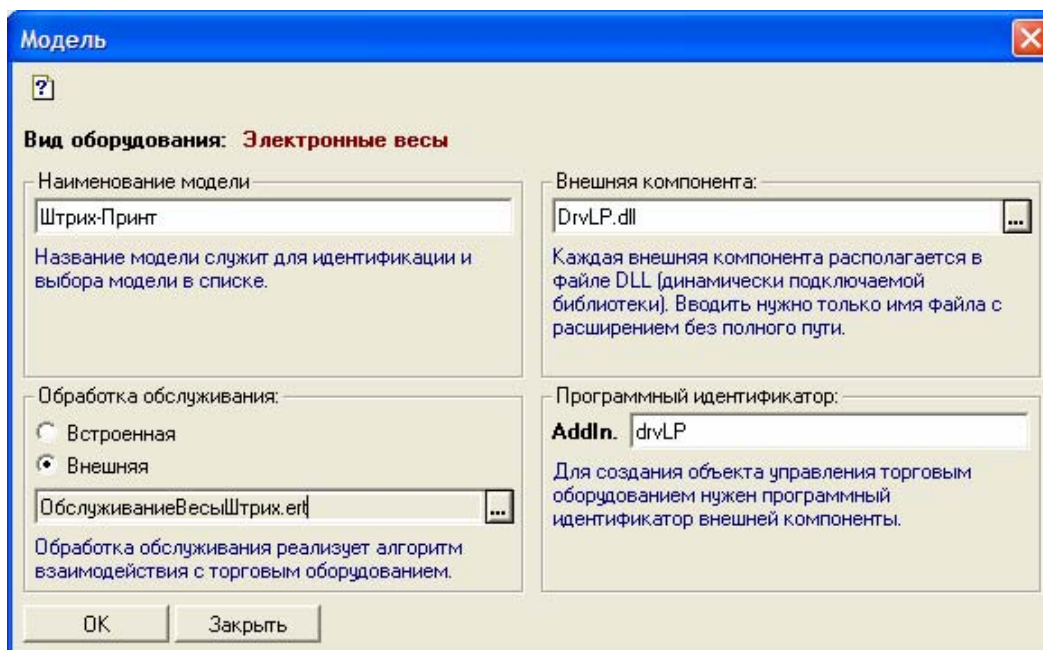

Рисунок 7. Форма добавления весов
- 1.2. нажать на кнопку . При этом будет открыта форма, позволяющая добавить новую модель весов (рисунок 7);
- неправильно указаны параметры драйвера на форме добавления весов (рисунок 7);